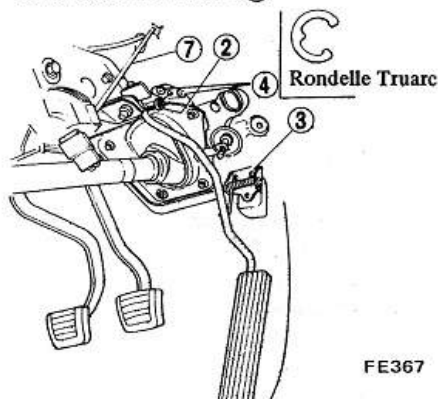

Fig. FE-6 Dépose de la pédale d'accélérateur
4. Déposer les trois vis ③ et sortir le palonnier de pédale. Voir figure FE-6.
5. Desserrer les quatre vis ④ et ⑤ et séparer l'axe de torsion du câble de commande. Extraire le câble de commande en le tirant depuis le poste de conduite.